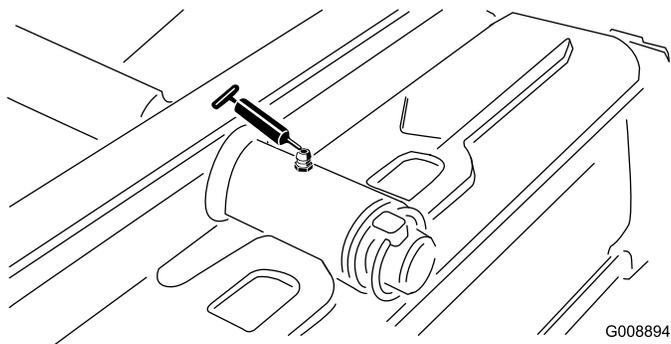

Figura 36
- Articulação da unidade de corte traseira (Figura 36)